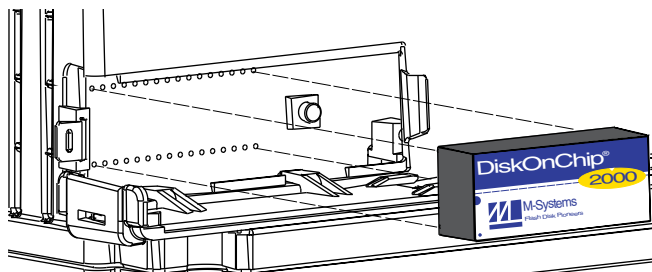

Figure 15 : Installation de la puce d'extension mémoire
10. Aligned la broche 1 sur la puce d'extension mémoire avec la broche 1 sur l'embase (voir la Figure 15).